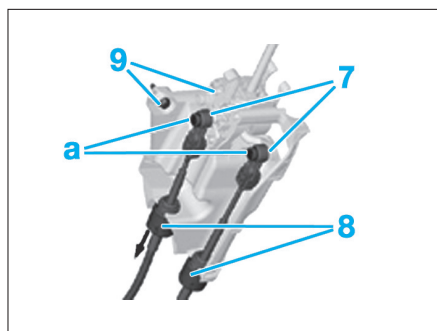

Fig. 10
- Appuyer en (a), puis à l'aide d'un tournevis désaccoupler les deux rotules (7) (Fig.10).
- Pousser vers le bas pour déverrouiller les attaches (8).
- Déposer les vis (9) et la commande de vitesses.